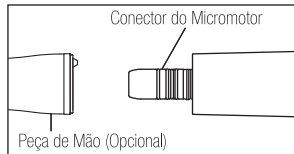

Fig. 2
1) Monte a peça de mão diretamente no micromotor. (Fig. 2) Para montar uma peça de mão ótica, rode-a até prender com um clique.